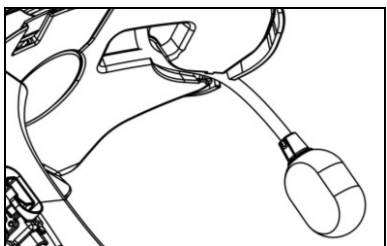

Fig. 9
- Placer mikrofonen i det relevante sæde, på styrthjelmens højre side, ved at indføre den metalliske del der findes på rilleskæringen der sidder på det lille stel til indkobling af hagebrættet (Fig. 9).